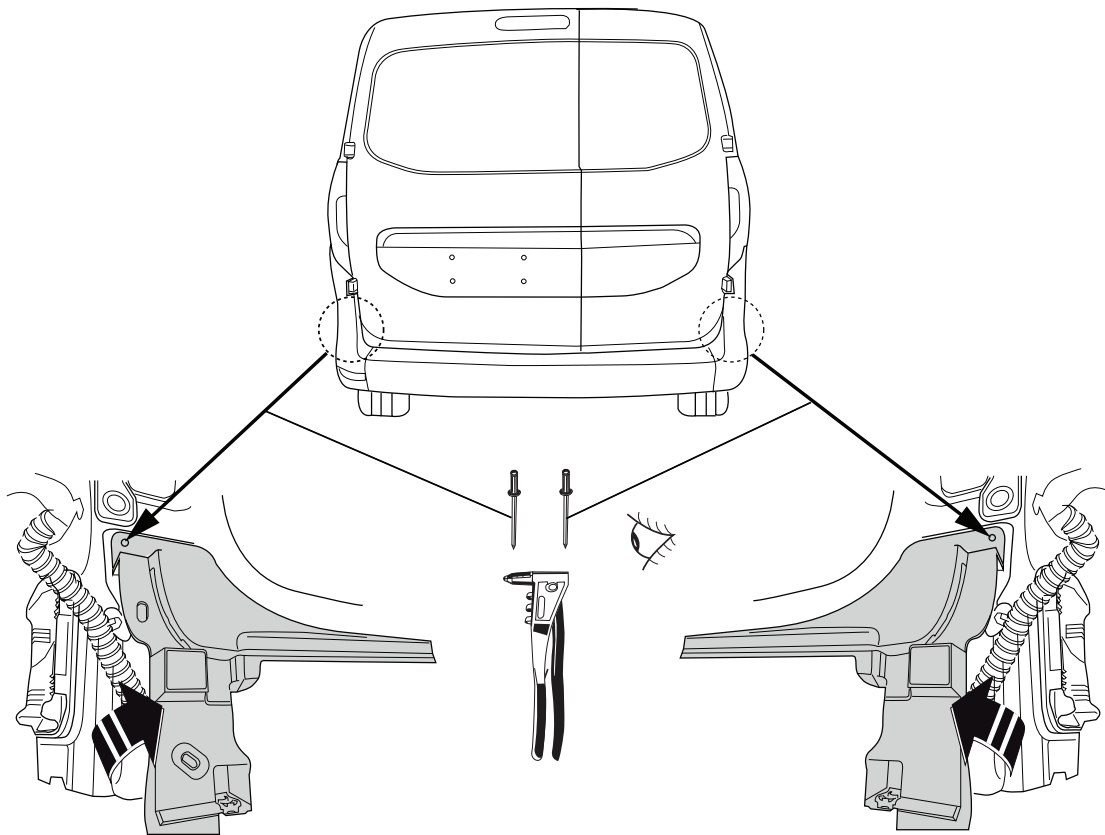

Fig. 3
7. Установить пластмассовые защитные колпаки. См. рис. 3.